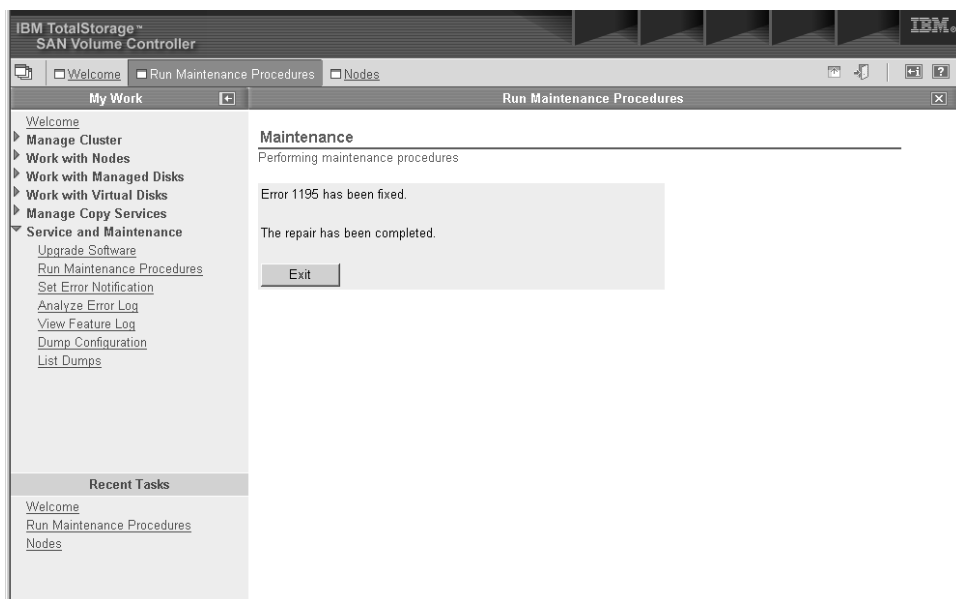

图 54. 修复完成时显示内容的示例
- 单击 OK 把错误日志中的错误标记为已修正，以防止此错误实例再次被列出。此操作显示类似于图 54 中所示的消息，指示修复已完成。